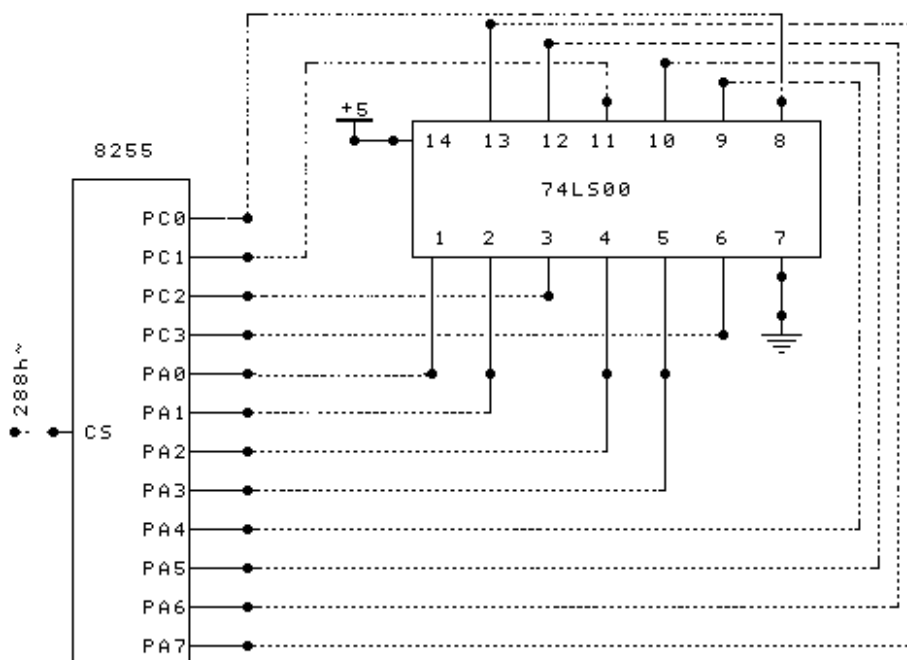

图4-23-1 集成电路测试电路图
1、按图4-23-1连接电路,其中74LS00插在通用插座上。
3、接线：按图4-23-1接线（图中虚线为实验所需接线）